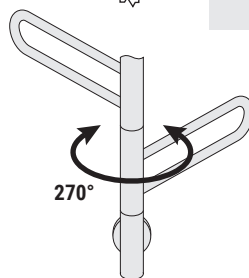

Рис.6
**Внимание! Максимальный угол поворота всех составных элементов изделия относительно нижнего узла не более 270 градусов (рис. 6).**